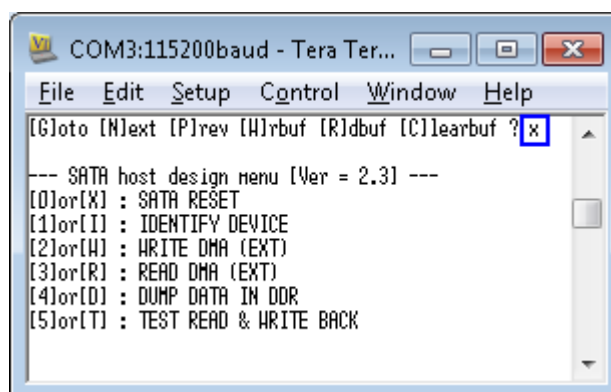

図 3-14: DUMP メニューの終了
- DUMP メニューは、上記 6 種類のサブ・メニュー以外のキー入力(例えば'X'キー等)により終了し、下図 3-14 のようにメイン・メニューに戻ります。